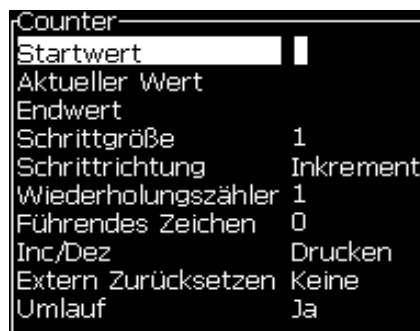

Abbildung 5-33: Dialogfeld New Counter (Neuer Zähler)
- 4 Drücken Sie die Taste *Enter*, um das Dialogfeld für Counters (Zähler) zu öffnen (siehe Abbildung 5-33).
- 5 Setzen Sie die Werte für alle Felder im Dialogfeld *Counter Configuration (Zählerkonfiguration)* (siehe Abbildung 5-33).